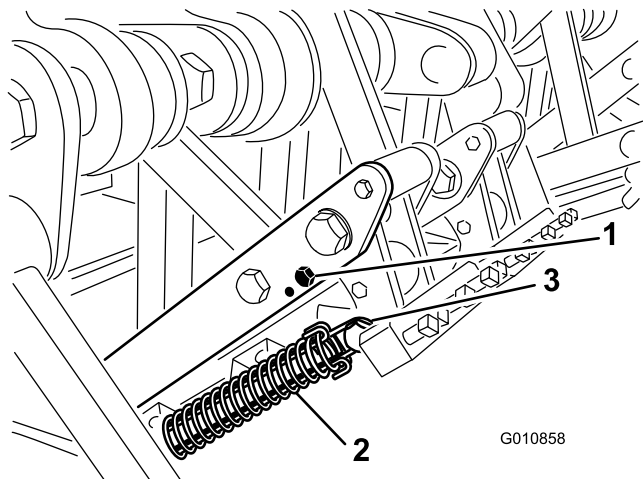

Figure 28
3. Décrochez le ressort de la tête d'aération (Figure 28).
4. Retirez le boulon d'amortisseur et l'amortisseur du bras de liaison et replacez-les dans l'autre trou de réglage (Figure 28).